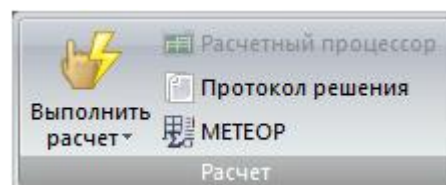

Рис. 65. Панель **Расчет**
- **Расчет** (рис.65) – изменение параметров расчета для текущей задачи, предлагаемых по умолчанию, загрузка данных текущей задачи в расчетный процессор и собственно выполнение расчета;